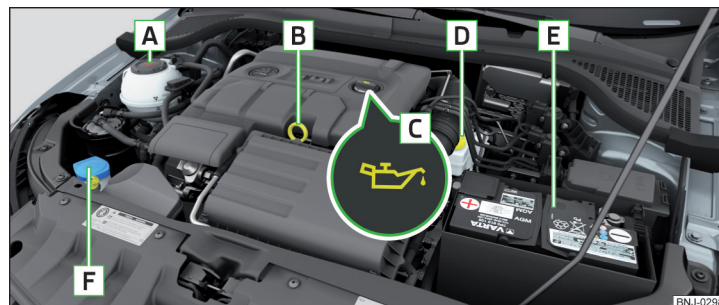

Fig. 258 Ejemplo de orden en el vano motor
- ▶ Desenrosque el tapón de la boca de llenado de aceite de motor **C** » fig. 258 de la pág. 219.